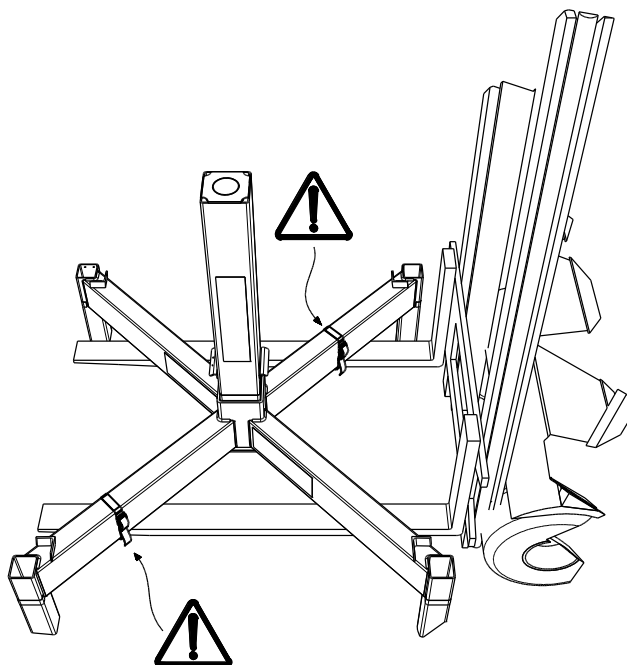

Рис. 26. *Использование входящих в комплект ремней Combistrap для крепления верхней рамы на вилке погрузчика перед подъемом.*
7. Заведите вилку погрузчика под горизонтальные трубы верхней рамы, раздвиньте вилку на максимальную ширину и при необходимости закрепите раму двумя входящими в комплект ремнями Combistrap перед подъемом. Для безопасного подъема конструкции ремни должны быть закреплены по диагонали на каждой части вилки, как показано на рис. Рис. 26 ниже. Ремни должны быть туго затянуты.